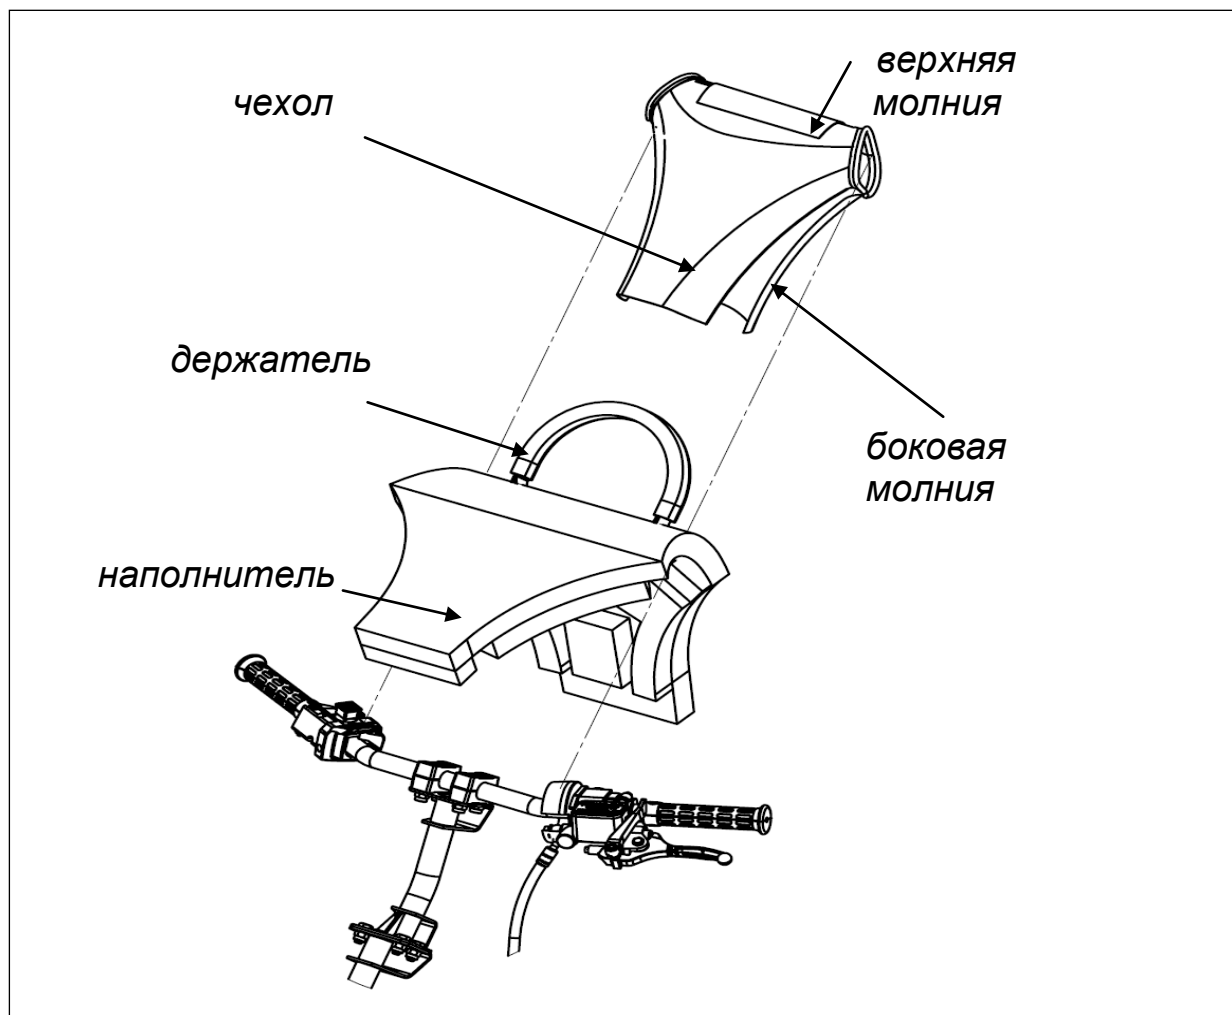

Рисунок 19 - Установка чехла и наполнителя руля
- д) расстегните верхнюю молнию на чехле руля, пропустите держатель и застегните молнию (рисунок 19);
- е) застегните боковые молнии (рисунок 19). При выступании наполнителя из-под чехла руля снизу допускается подрезка наполнителя.